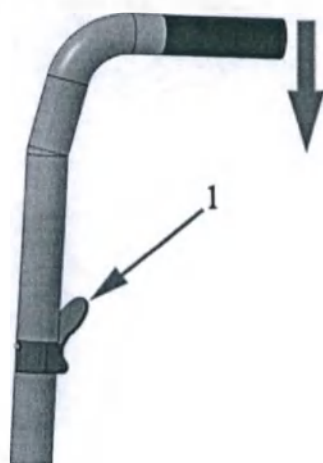
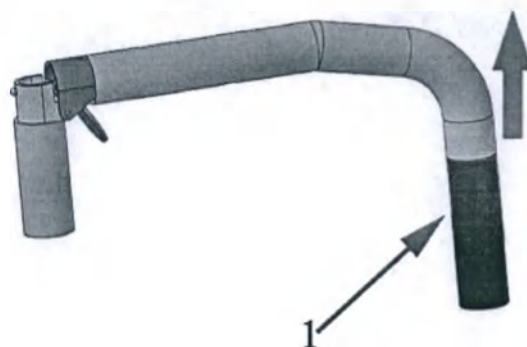

Рис.1.7
Рис.1.8
5.4.3 Спинки, сиденья изготовлены из прочной нейлоновой дышащей ткани. Спинка кресла складная по вертикальной оси. Для складывания спинки нажмите на флажки (поз.1,рис.1.7), расположенные на задней части спинки и потяните верхнюю часть спинки вниз. Для раскладывания спинки в рабочее положение потяните за ручки (поз.1, рис.1.8) спинки вверх до щелчка.